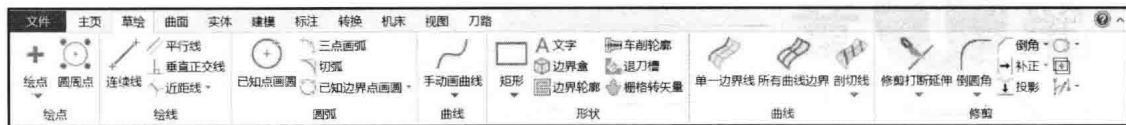

图 1-2 功能图标区
(1) 功能图标区 包括文件、主页、草绘、曲面、实体、建模、标注、机床、视图等,其风格和新版 Microsoft office 界面一样,使用快捷、方便、灵活,如图 1-2 所示。